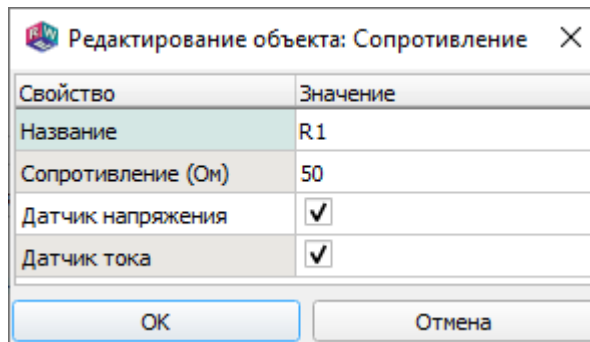

Рис. 70
2) двойным щелчком вызвать окно редактирования параметров компонента, в котором, если необходимо, изменить его параметры: название, значение компонента (в примере это – *Сопротивление (Ом)*), включить датчики напряжения и/или тока (рис. 70).